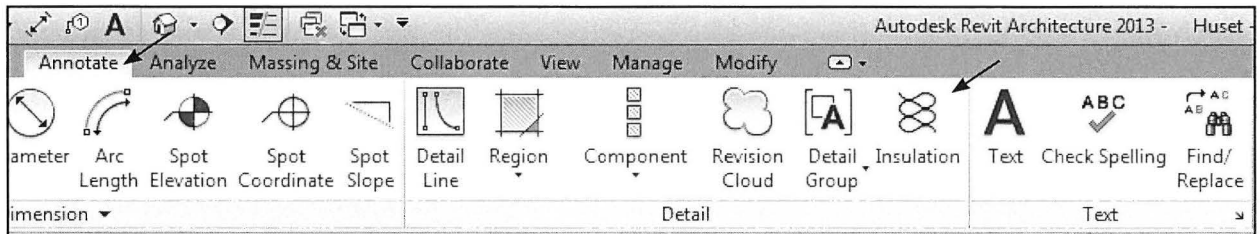

Fig. 13.41. Annotate - Insulation.
Nu kan vi begynde at detaljere snittet. Dette gøres primært med de redskaber der ligger under *Annotate* fanebladet (Fig. 13.41).
- Vælg *Annotate - Insulation* (Fig. 13.41).